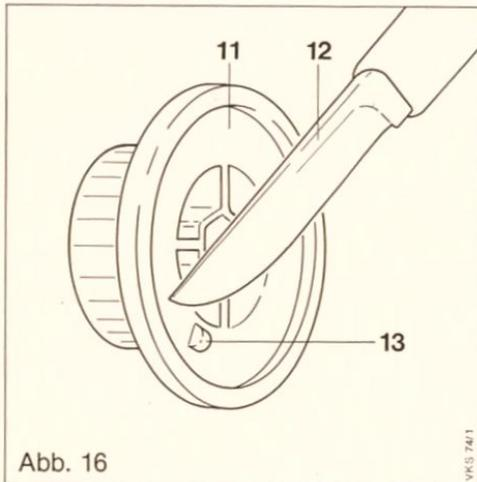

Abb. 16
- Drehknopf (11) des Kesseltemperaturreglers abnehmen. Abb. 16.
- Anschlagnocken (13) am Drehknopf (11) mit geeignetem Werkzeug (12) entfernen.
- Drehknopf (11) am Kesseltemperaturregler wieder anbringen.